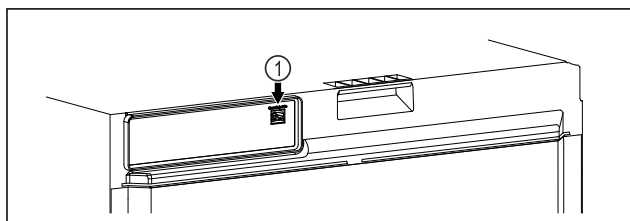

Fig. 106
- ❑ Le SmartModule Fig. 106 (1) est installé.